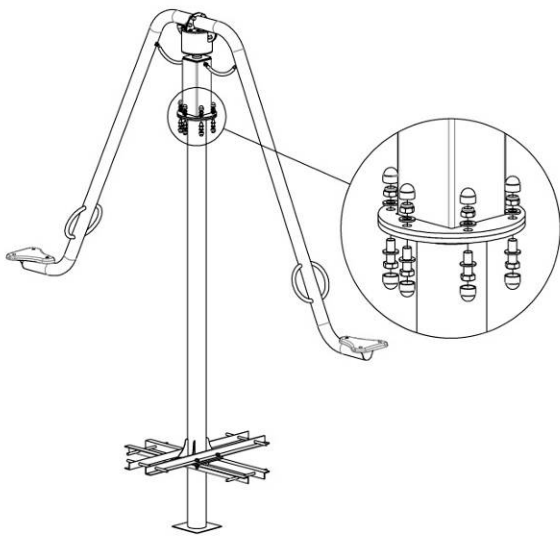

Рисунок 1
1. Розібрати стару конструкцію (рис.1.)